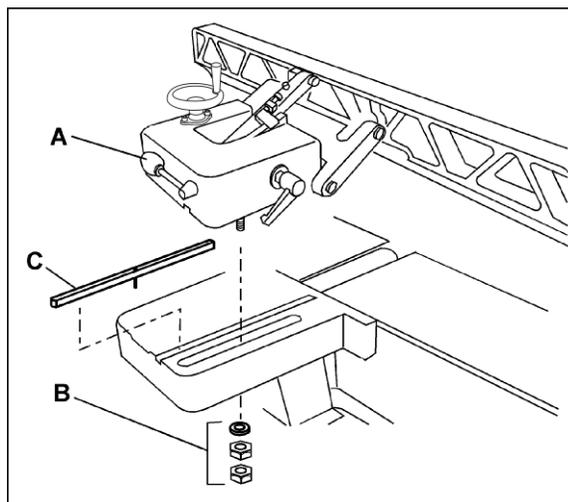
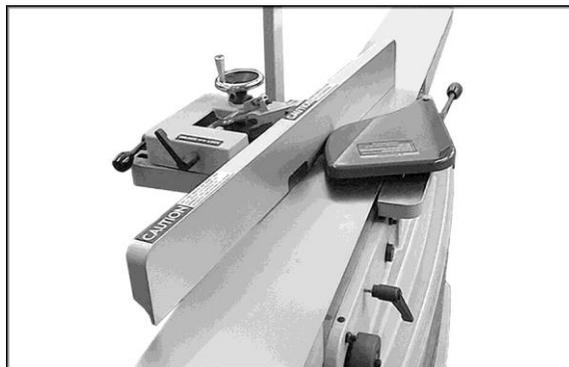

Figure 46
Figure 47
1. Relâchez le manche de verrouillage du guide (A, Figure 46) et déposez les écrous hexagonaux et la rondelle (B, Figure 46) de maintien du guide sur le support du glissoir. Déposez le dispositif du guide.
2. Retirez la clé (C, Figure 46) du support du guide. Si nécessaire, utilisez un tournevis à tête plate pour sortir une extrémité de la clé.
3. Remplacez le dispositif du guide sur la tête de la découpeuse à l'angle souhaité. Voir la Figure 47. Maintenez le guide sur le support du glissoir à l'aide des écrous hexagonaux et de la rondelle (B, Figure 46) et serrez le manche de verrouillage du guide (A, Figure 46).
REMARQUE : Lorsque vous installez le dispositif du guide dans sa position normale, assurez-vous d'installer d'abord la clé (C, Figure 46) dans sa fente.